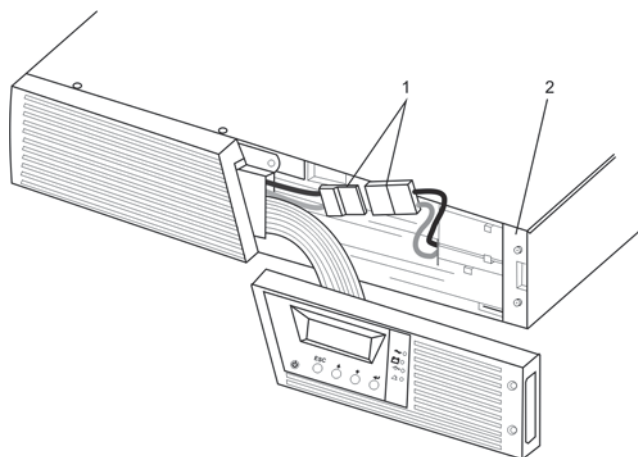

Bild 3. Batterikontakt och batteriskyddplatta
- Drag isär kontakten (1), se bild 3.
- Fatta tag i kanten på batteriskyddplattan (2) och dra den försiktigt utåt, se bild 3. Ta bort och spara batteriskyddsplattan.